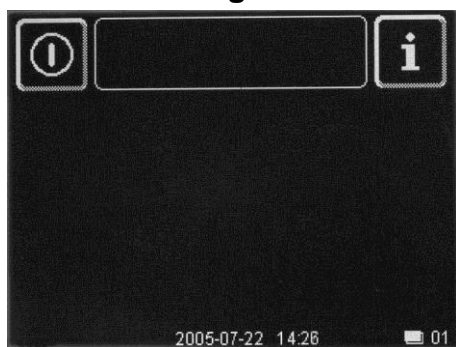

Figura 01
- ⇒ O ecrã liga-se (figura 01) e volta a desligar-se após breves instantes para evitar que a máquina seja ligada acidentalmente durante a limpeza.